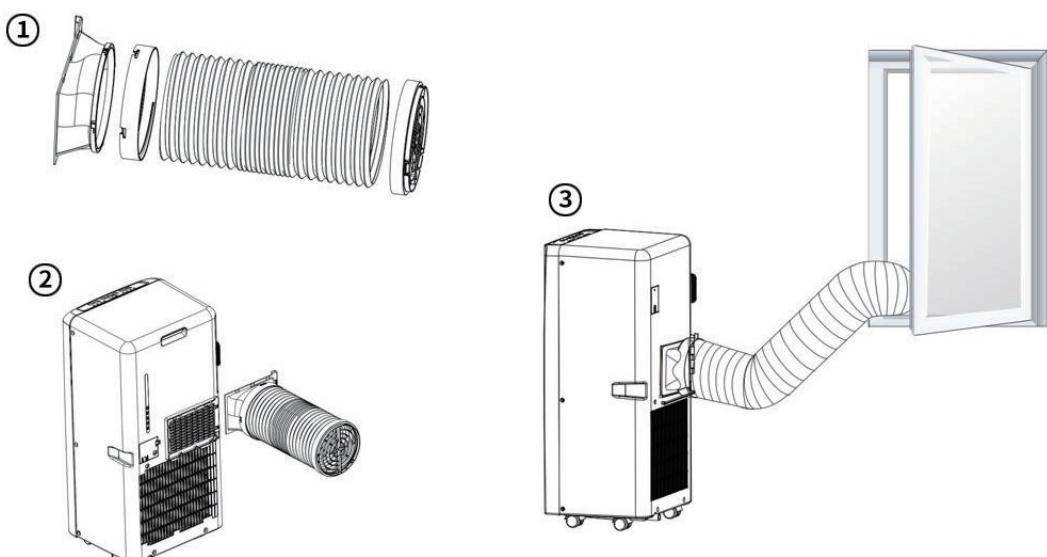

Fig.5
2. Sett den firkantede festeklippen inn i luftuttaket på baksiden av klimaanlegget (se Fig. 5).